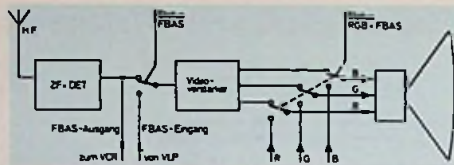

Bild 9: Anschlußmöglichkeiten mit dem SCART-Stecker
- Mit dem SCART-System und einem einfachen Schaltkästchen können mehrere Peripherie-Geräte gleichzeitig am Fernsehempfänger betrieben werden, z. B. könnten in Zukunft Fernsehprogramme unmittelbar vom Tunerteil des Fernsehempfängers mit einem Video-Recorder aufgezeichnet werden und man könnte gleichzeitig die Wiedergabe einer Bildplatte sehen (**Bild 9**).